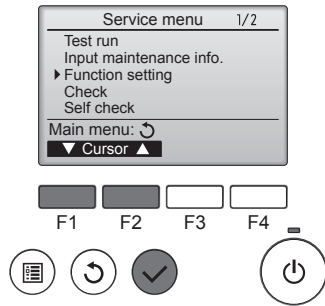

Fig. 6-2
### 6.2. Remote controller (Fig. 6-2)
- ① (Fig. 6-2)